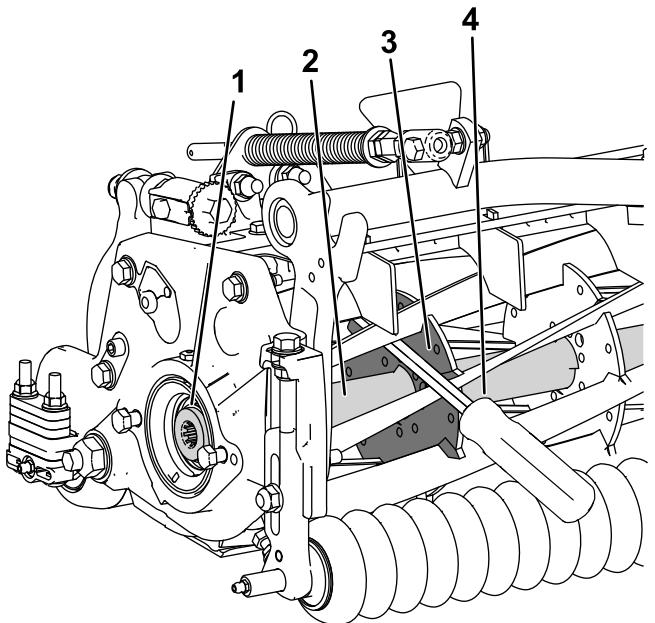

Figura 27
1. Inserte una palanca de mango largo (se recomienda de 3/8" x 12" con mango de destornillador) por la parte delantera del molinete de corte, lo más cerca del lateral de la unidad de corte que va a apretar (Figura 27).
2. Coloque la palanca contra la parte soldada del refuerzo del molinete de corte interno (Figura 27).